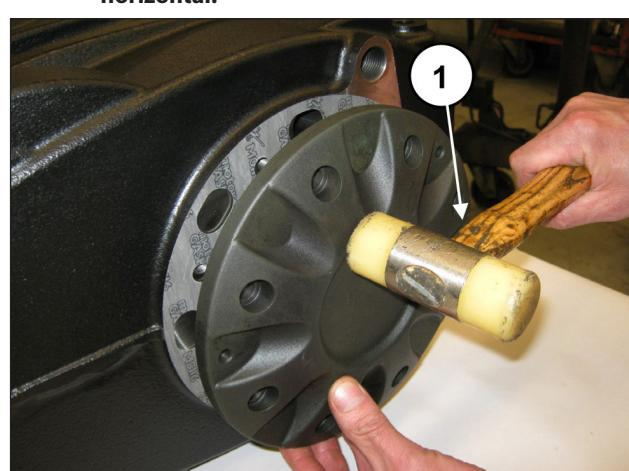

Fig. 59
Monte a tampa do mancal (e respectivo vedante), usando um martelo (pos. ①, Fig. 59)